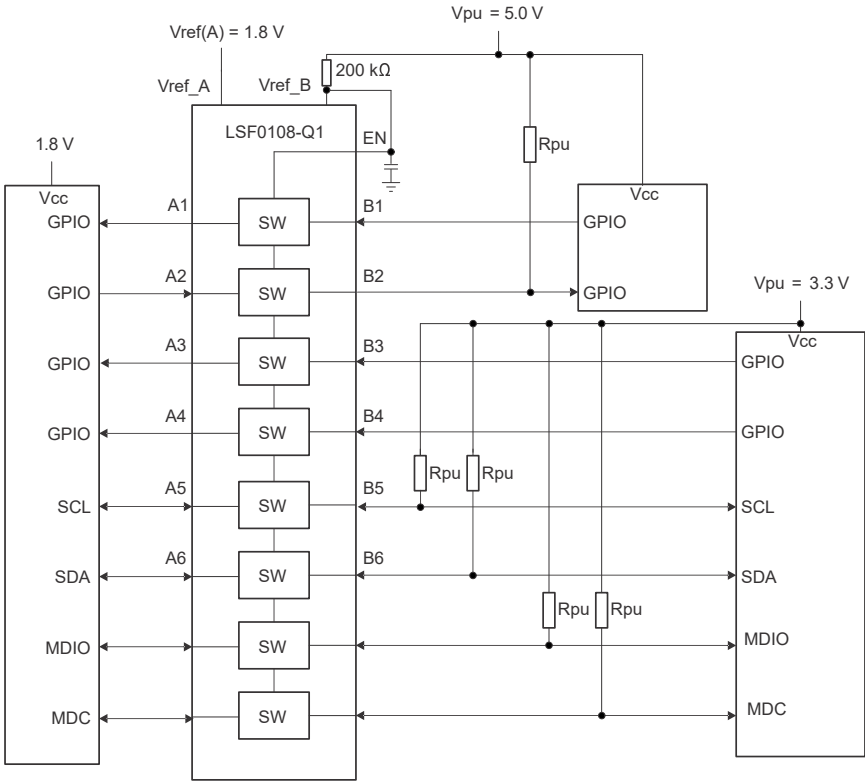

图 9-1. 双向转换至多个电压电平
- V_{CCB}/V_{CCA} 与 V_{ref_B} 或 V_{ref_A} 不同： V_{CCB} 是指提供给 LSF 器件的 B 侧电源电压，而 V_{ref_B} 是指 200kΩ 电阻器另一侧的 V_{ref_B} 引脚（图 9-1 的引脚 7）处的电压
如图 9-1 所示， V_{ref_B} 通过 200k Ω 电阻器连接到 5V 的 V_{PU} 电源， V_{ref_A} 连接到 1.8V 电源。A1 和 A2 通道的最大输出电压等于 V_{ref_A} ，B1 和 B2 通道的最大输出电压等于 V_{PU} 。